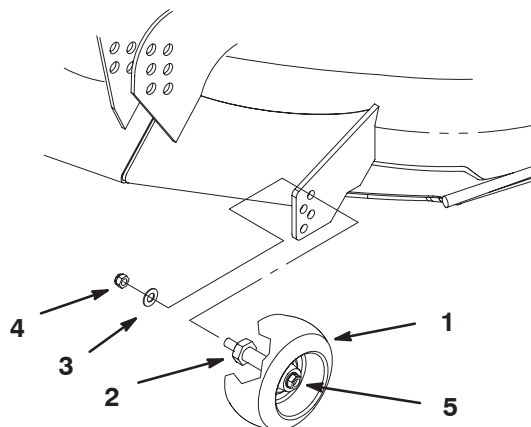

Figure 15
1. Lorsque la hauteur de coupe est réglée, enlevez l'écrou et la rondelle tout en maintenant le goujon avec une clé (Fig. 15).
Remarque : N'enlevez pas l'écrou et la rondelle de la roue (Fig. 15).
2. Choisissez le trou requis pour que la roue de jauge soit à 9,5 mm du sol pour la hauteur de coupe utilisée (Fig. 15).
3. Remettez l'écrou et la rondelle sur le goujon (Fig. 15).